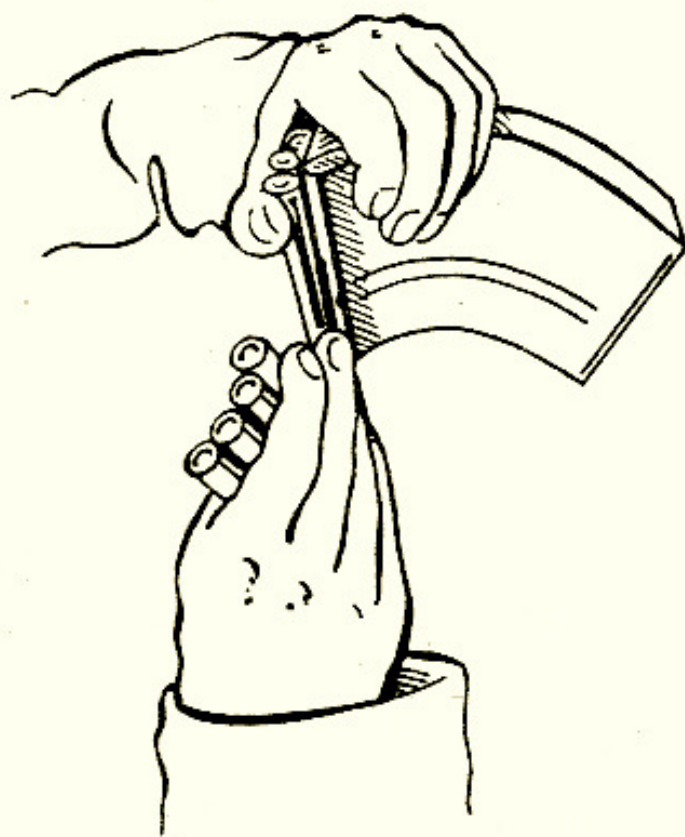

fig. 16.
- laat het magazijn rusten op de dij (fig. 16);